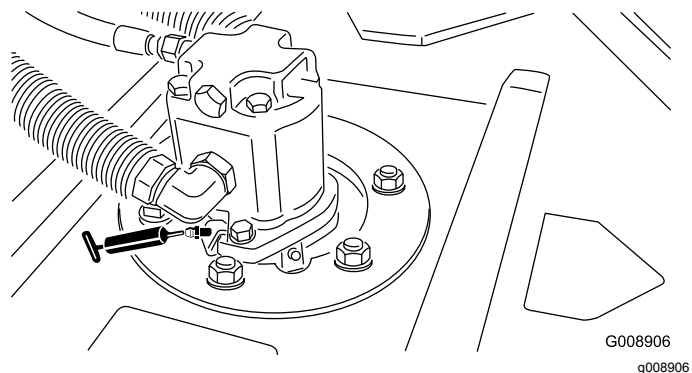

図 68
- カuttingユニットのスピンドルシャフトのベアリングユニット2台に1ヶ所 — 図 68